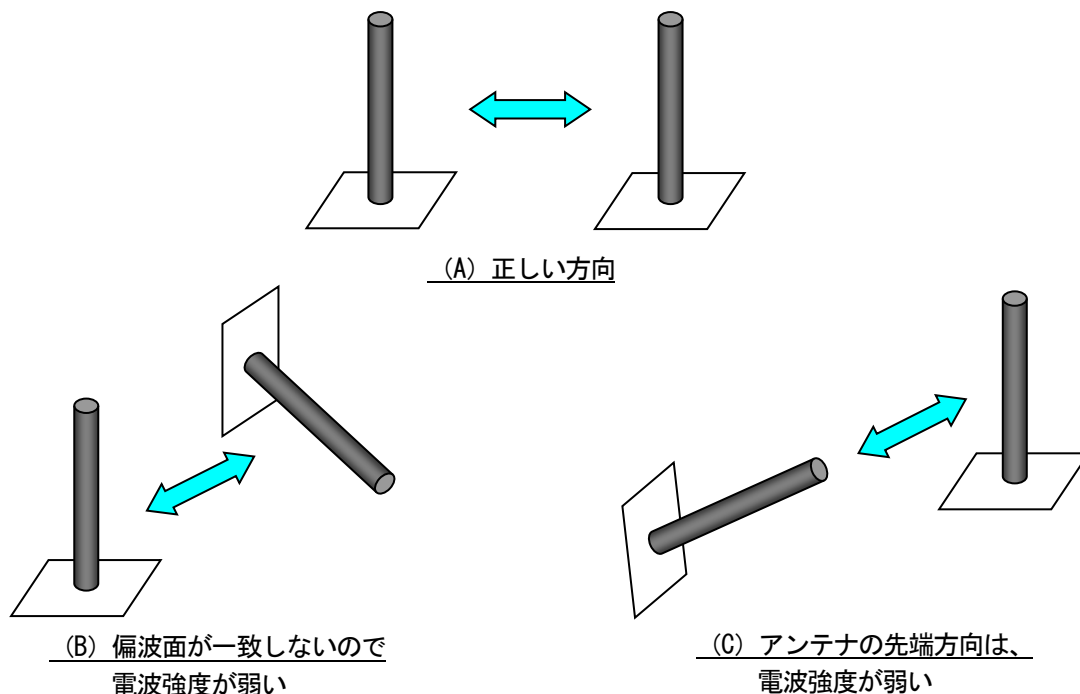

図9 アンテナの設置方法
「図9 アンテナ設置方法」- (A)の様に、アンテナは同じ方向に向けて設置することが理想となります。(B)、(C)の様に方向が異なると通信距離が極端に短くなります。